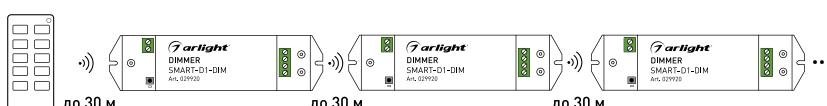

Рисунок 2. Ретрансляция сигнала от пульта ДУ
- 3.8. Все диммеры автоматически ретранслируют сигнал от пульта ДУ или панели управления [рисунок 2]. Расстояние между диммерами на открытом пространстве может достигать 30 м.